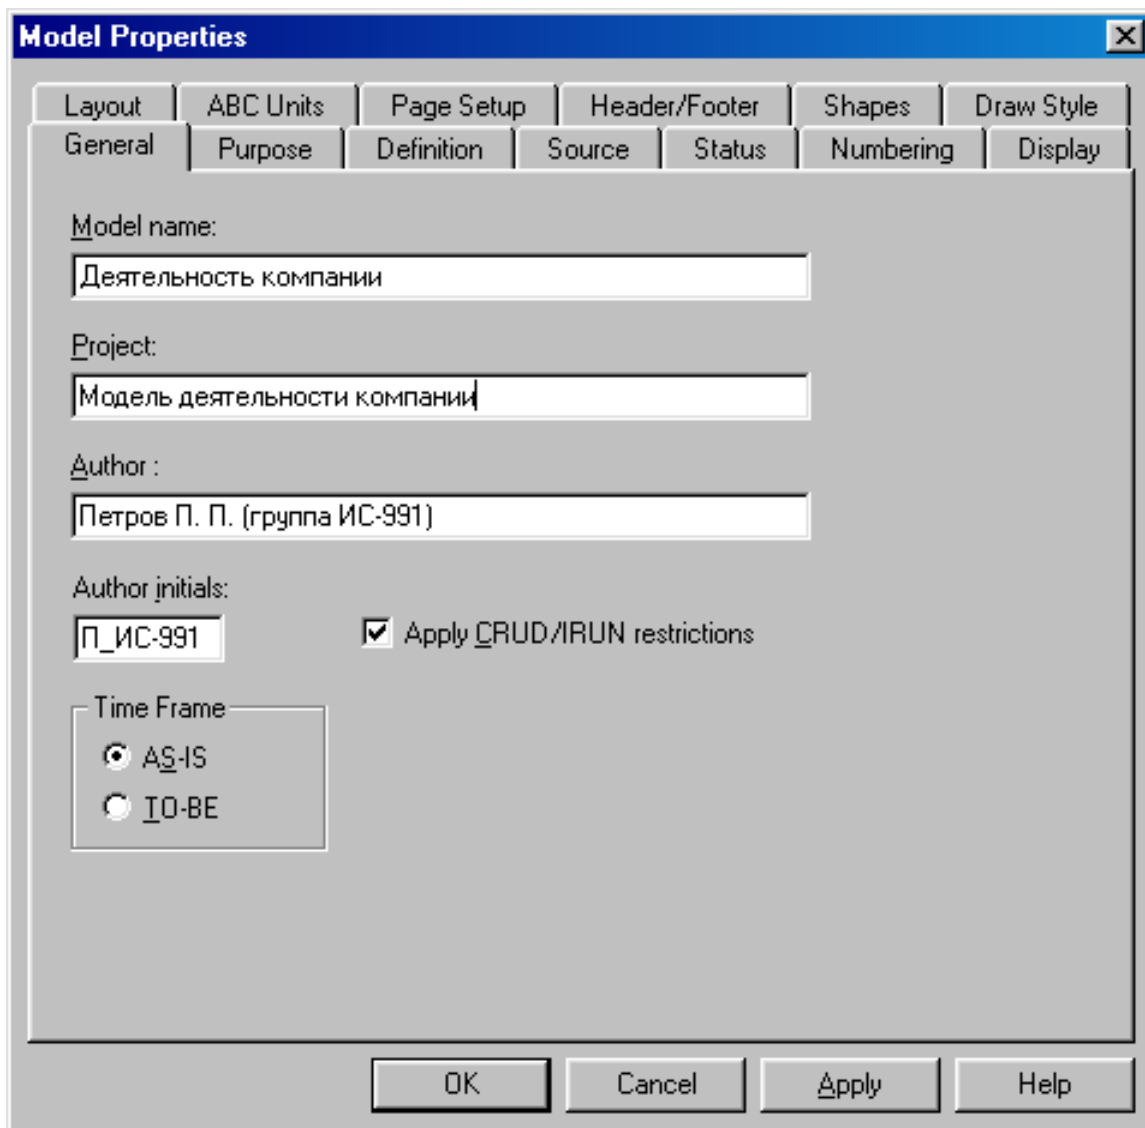

Рисунок 1.8 – Окно задания свойств модели
8. Перейдите в меню **Model/Model Properties**. Во вкладке **General** диалогового окна **Model Properties** в текстовое поле **Model name** следует внести имя модели «Деятельность компании», а в текстовое поле **Project** имя проекта «Модель деятельности компании», и наконец, в текстовое **Time Frame** (Временной охват) – **AS-IS** (Как есть) (рисунок 1.8).